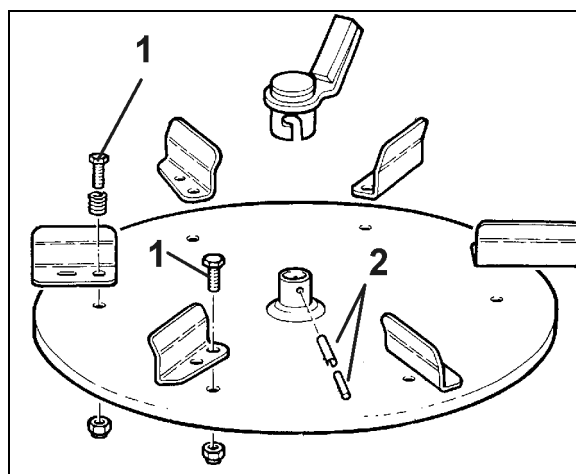

Fig. 27
- Fjern skruene (Fig. 27/1) og skift ut spredevingen.
- Fjern spennstiften (Fig. 27/2) fra rørehodet.